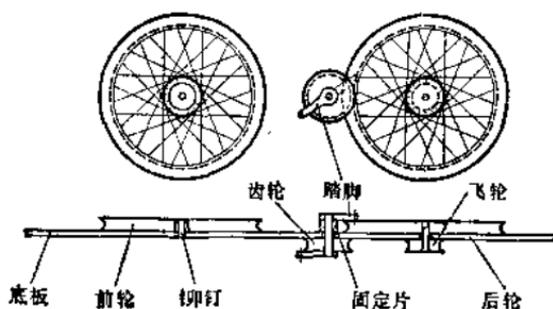

图 2-46
3. 车轮。照图 2-46 样子,在 3 毫米厚的有机玻璃上画两个轮子,割下,用锉刀将周围锉光滑。再用细锯沿着轮子边锯一条深约 2 毫米的槽,如同滑轮一样。在轮子中心钻一个直径 1.5~2 毫米的小孔(和铆钉相配)。
取一个直径 1.5~2 毫米、长约 8 毫米的铆钉(铜制、铝制均可,也可用废圆珠笔头上的铜管截取一段代用),穿过前轮中心,再穿过底板,紧紧嵌在底板上,并使前轮在铆钉上能灵活地转动,但又不会脱落,参见图 2-46。
的小滑轮，边周上的槽要宽一些、深一些，但不要太太光滑。中心钻一个小孔，紧紧套在后轮中的铆钉上，参见图 2-46。
5. 大齿轮和踏脚。用 3 毫米厚有机玻璃做一个直径约 14 毫米的滑轮，边上的槽要和小滑轮一样宽和深。在中心钻孔，穿上一个长约 12 毫米的铆钉，并固定牢。再用厚约 1 毫米的有机玻璃做一根小条，用氯仿胶牢在滑轮上，参见图 2-46。小条的上端要钻一个直径约 0.3 毫米的小孔。
将滑轮连同铆钉自上而下地穿过底板（即前后轮之间的大齿轮位置），使滑轮能灵活地转动。在底板背面的这根铆钉的另一端，套上一个用厚约 5 毫米的有机玻璃做成的垫片，胶牢在底板上。再做一根有机玻璃小条，一端钻孔，紧紧套在铆钉上。小条的另一端也要钻一个直径 0.3 毫米的小孔。然后照图 2-46 装置起来。